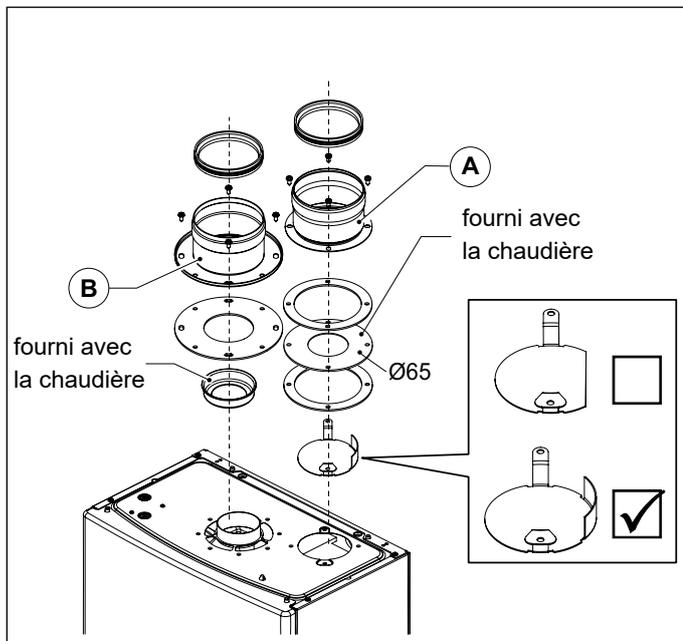

Fig. 10 OS DOPPIA13
- Installer le déflecteur d'air spécifique. (voir Fig. 10 OSDOPPIA13).